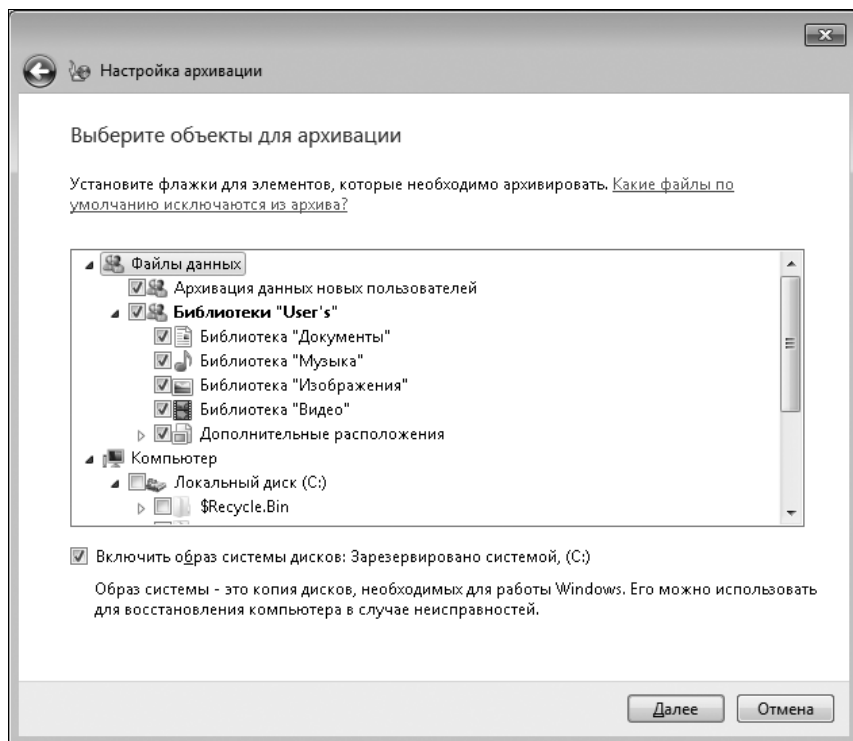

Рис. 3.3. Архивация и восстановление — выбор объектов
3. Выберите объекты для архивирования, установив напротив них флажки (рис. 3.3).